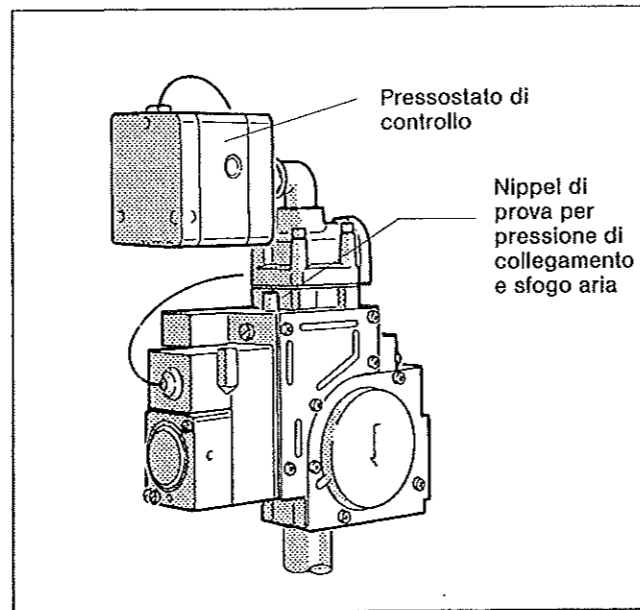

Fig. 7: Bruciatore a gas „Honeywell“ VR 4905
- Verificare la corrispondenza della taratura del pressostato di controllo (Fig. 7 e 8) al tipo di gas disponibile ed eventualmente correggerla:
- Svitare di due giri la vite di tenuta del nippel di prova per la pressione di collegamento all'apparecchiatura del bruciatore gas (Fig. 7 e 8).